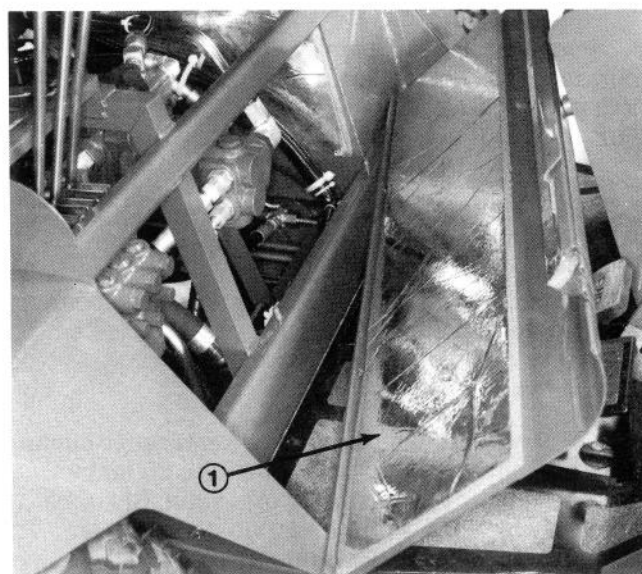

Figure 18
3. Soulever et retirer le panneau avant (Fig. 18).
5. Poser le panneau avant sur les broches de montage (Fig. 18). Abaisser le siège en position normale et le fixer à l'aide la goupille de blocage (Fig. 16).